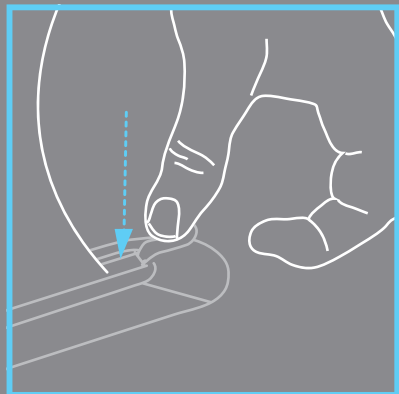

Figure 2
- Appuyez fermement sur l'autre extrémité de l'aileron vers le bas et bloquez-le en poussant le clapet terminal de retour vers le bas (**Figure 2**).